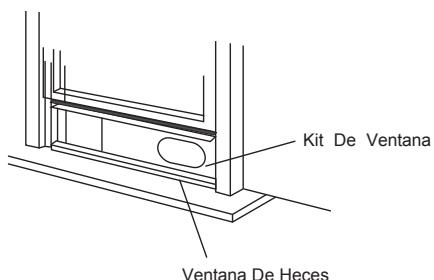

Fig.12
3. Corte el sello de espuma (tipo adhesivo) a una longitud adecuada y péguelo en el tope de la ventana. Enseñado en Fig. 12